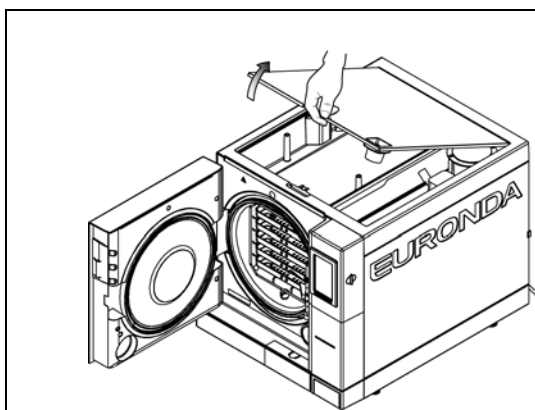
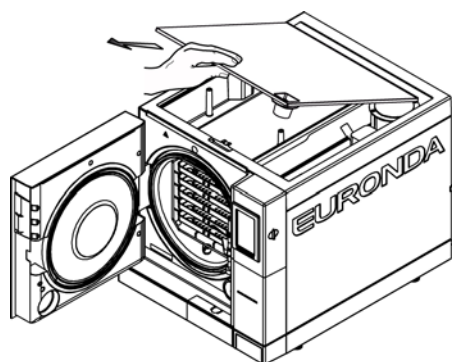

Abb. 9.2-5
Abb. 9.2-6
- Den Decke auf 45° heben (Abb. 9.2-5) und an sich ziehen (Abb. 9.2-6).